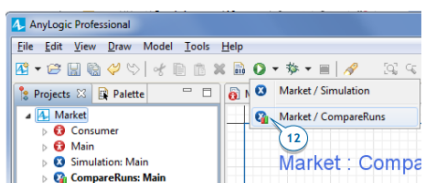

Рисунок 9.8 – Експеримент «Ринок» (*CompareRuns*)
12. Проведіть дослід. Виберіть щойно створений експеримент зі списку *Run: Market / CompareRuns* або клацніть правою кнопкою миші на експерименті *CompareRuns* у дереві проєктів і виберіть *Run* з контекстного меню (рис. 9.8).